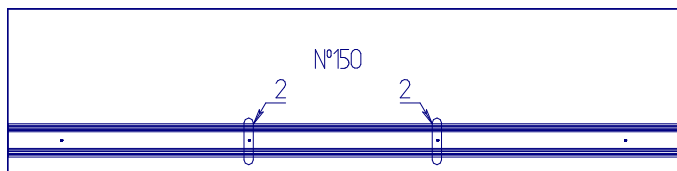

Рис.4
4. Через отверстия 2 на треке, шилом наколоть отверстия на детали №150 (рис.4). Закрепить трек с помощью компл.№77 (П).